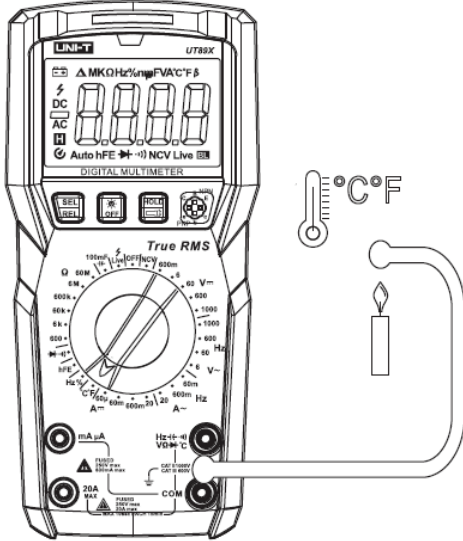

Рисунок 10
9.8 Измерение температуры (только UT890X) (Рис.10)